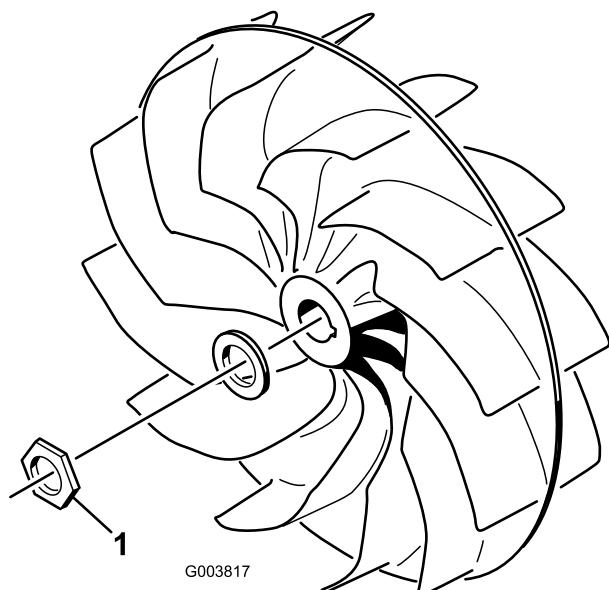

Figura 12
- Il dado di fissaggio della ventola (Figura 12) va serrato a una coppia di 677 Nm.